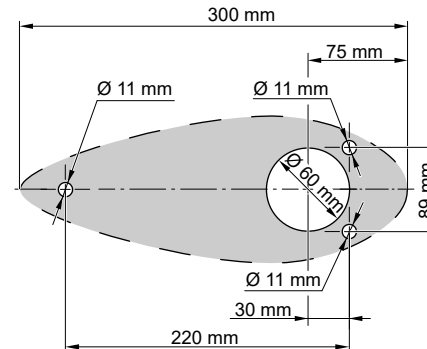

Fig. 7: Afmetingen
1. Boor vier gaten voor de montage van de pod in de romp van de boot, **zie "Fig. 7: Afmetingen"**. Gebruik het aangepaste adapterblok als boorsjabloon indien nodig.
2. Steek het adapterblok (4) op de inbouwflens (5).